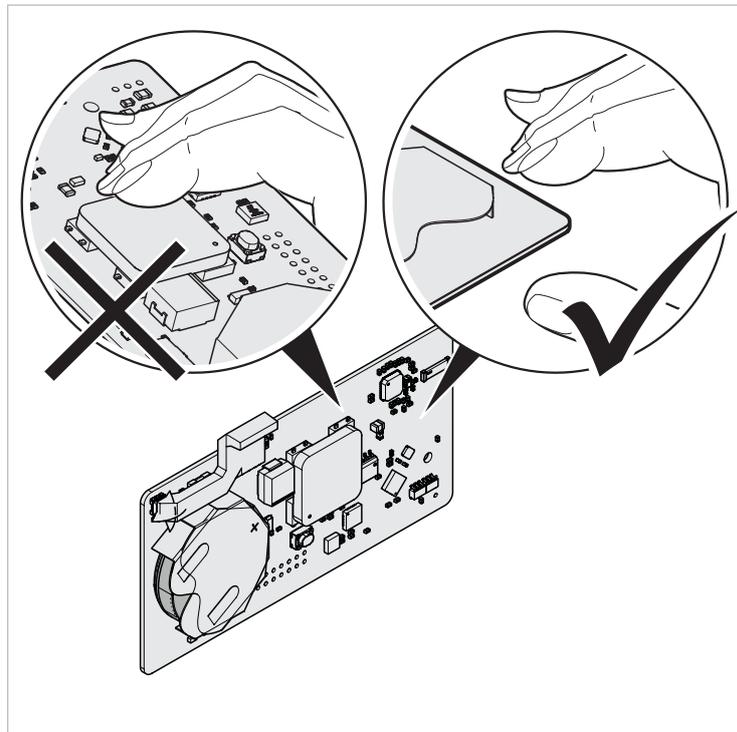
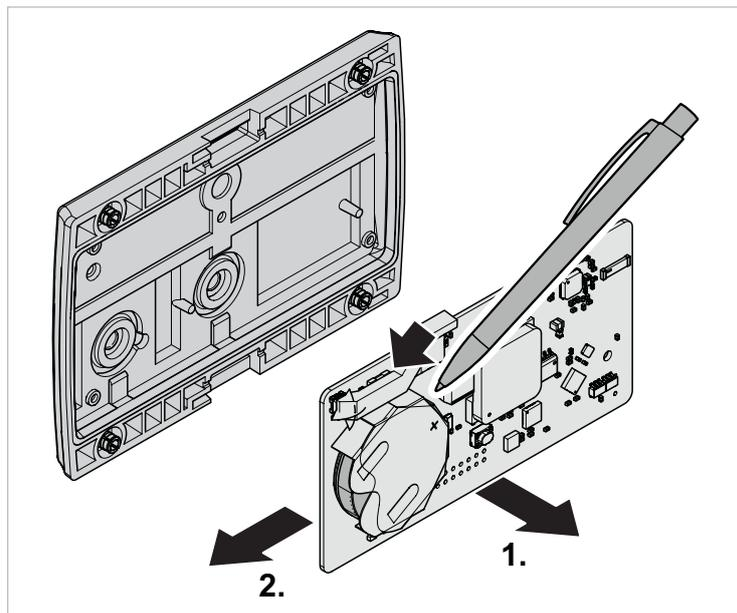

Fig. 14 Tenir le circuit imprimé sur les bords
Fig. 15 Retirer la pile
2. Soulever le circuit imprimé délicatement en le tenant sur les bords (Fig. 14) (1., Fig. 15).
3. Retirer la pile usagée. Retirer la pile en la poussant hors de son compartiment à l'aide p. ex. d'un stylo (2, Fig. 15).